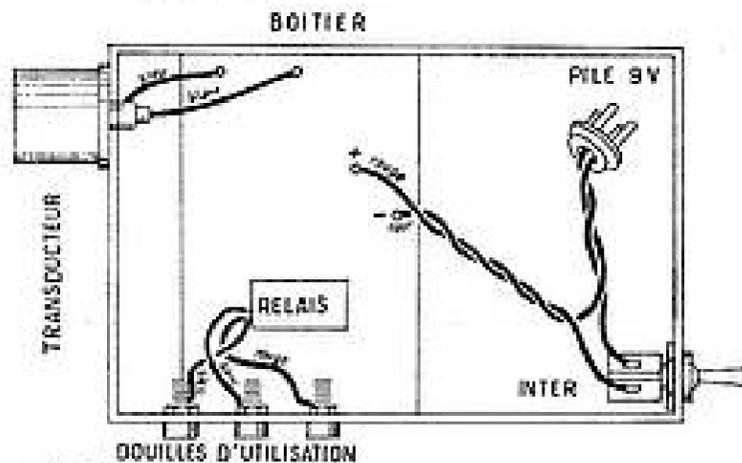

FIG. 6
çables, on le place dans un coffret en matière plastique. Sur ce coffret on fixe le transducteur, l'interrupteur et les trois douilles utilisation. Pour terminer on connecte la prise du transducteur entre le fil « base » du transistor OC71 (1) et la ligne + 9 V. On effectue avec du fil souple les liaisons avec l'interrupteur et le bouchon de branchement de la pile comme l'indique la figure 6.